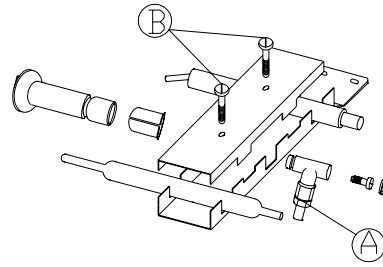

Fig. 13
- a) Lâcher la conduction A (figure 13) et les vis B d'union du thermocouple et de la bougie (figure13).